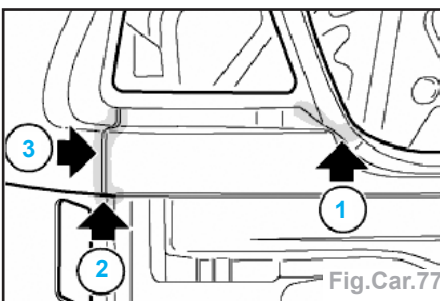

Fig.Car.77
- Exécuter un brasage et poncer les jonctions entre la jupe AR et (Fig.Car.77) :
- la gouttière (1),
- le prolongement de passage de roue (2),
- le panneau d'aile (3).